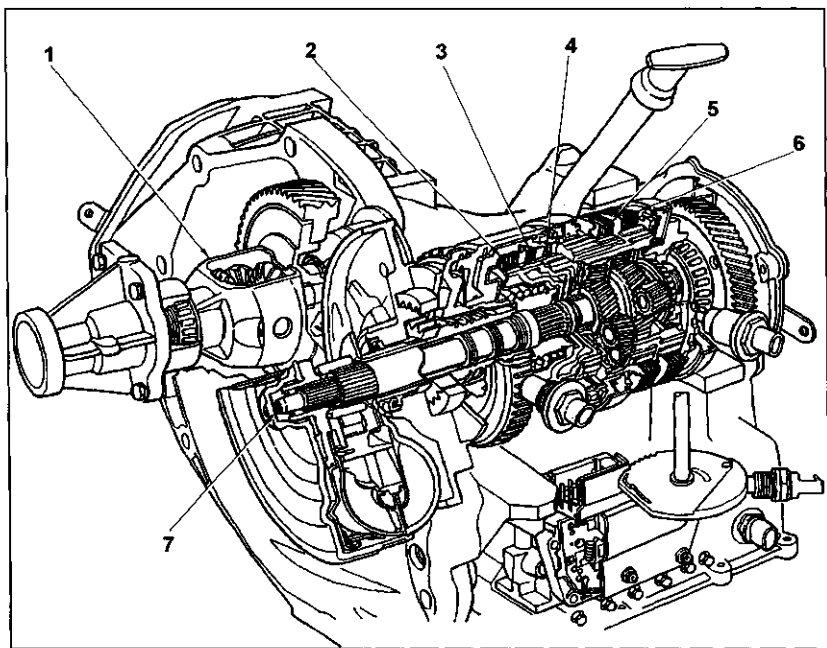

图 7-1-1 变速器(604.41TE)
实际上变速器的所有功能都是由全适应控制系统电动控制的。全适应控制系统根据各传感器反馈的实时信号,对变速器功能进行最佳调节,以确保挂高档和挂低挡时,离合器动作迅速、顺畅。系统结构,见图 7-1-1。
(4)结构(见图 7-1-1):4 速自动变速器包括 3 个多片式输入离合器;2 个多片式制动器;4 个液压蓄压器;2 个行星齿轮组。它提供 4 个前进挡传动比和 1 个倒挡传动比。